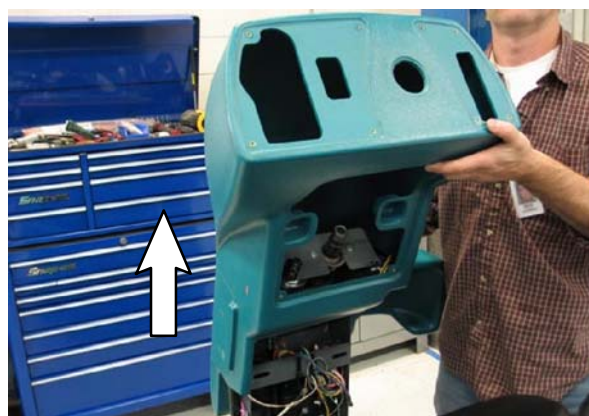

FIG. 11
10. Retire la cubierta. (Fig. 11 / Fig. 7)